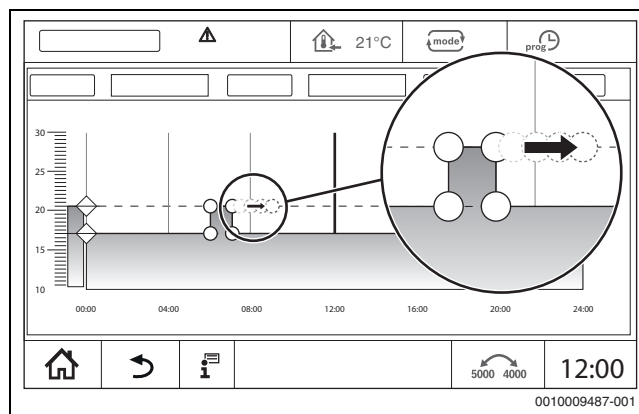

Рис. 26 Перенос точек переключения.
- ▶ Коснитесь точки переключения (→ рис. 26), удерживайте в течение одной секунды и перетяните на желаемое время суток.